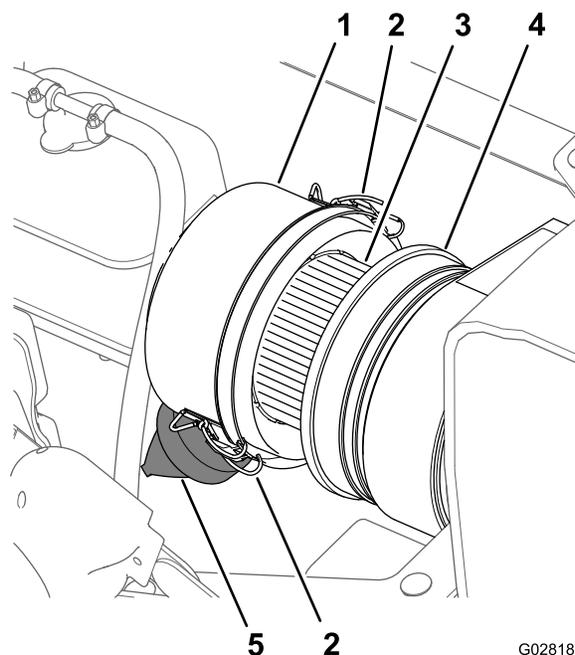

Рисунок 71
3. Очистите пылезащитную крышку и корпус воздухоочистителя (Рисунок 71).
4. Проверьте корпус воздухоочистителя на отсутствие повреждений, которые могли бы вызвать утечку воздуха (Рисунок 71).
5. Сожмите пылезащитный клапан, чтобы очистить его от загрязнений, пыли и мусора (Рисунок 71).
7. Проверьте элемент воздушного фильтра на чрезмерное скопление пыли, загрязнений и мусора (Рисунок 71).
8. Установите пылезащитную крышку на корпус воздухоочистителя и зафиксируйте ее двумя защелками (Рисунок 71).
2. Очистите пылезащитную крышку и корпус воздухоочистителя (Рисунок 71).
клапан влажной тканью (Рисунок 71 и Рисунок 72).